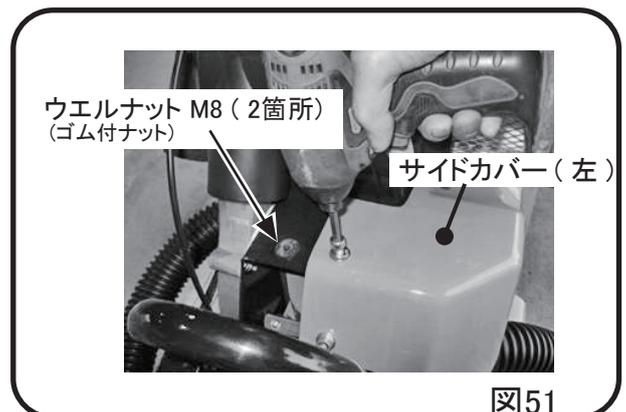

図51
- 4 サイドカバーを取り外した後の、クリーナー前方のウェルナット M8(ゴム付ナット)を紛失しないでください。(図51)